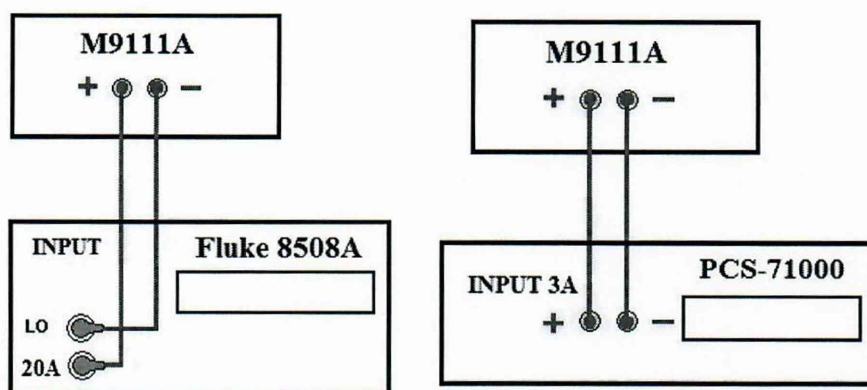

Рисунок 5 – Структурная схема соединения приборов для определения абсолютной погрешности воспроизведений и измерений силы постоянного тока
– для значений силы постоянного тока до 2 А включительно использовать мультиметр Fluke 8508A, для значений силы постоянного тока от 2 до 3 А использовать шунт токовый PCS-71000, разъемы поверяемого источника соединить при помощи измерительных проводов с соответствующими разъемами мультиметра или шунта (см. рисунок 5);